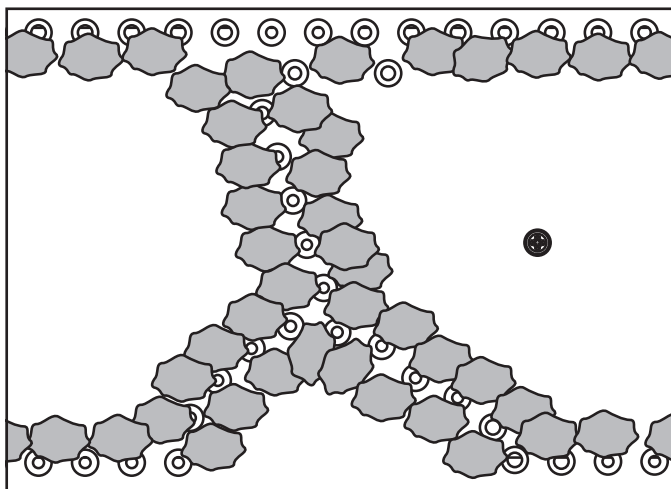

Figure 11.4 Braises recouvrant partiellement les orifices du brûleur (propane seulement).
- **Propane seulement** : Placez les morceaux de Glowing Embers® de la taille d'une pièce de cinq centimes de façon à ce qu'ils recouvrent partiellement les orifices du brûleur (voir figure 11.4). Le recouvrement partiel par les braises permettra d'obtenir un bon contact avec les flammes.